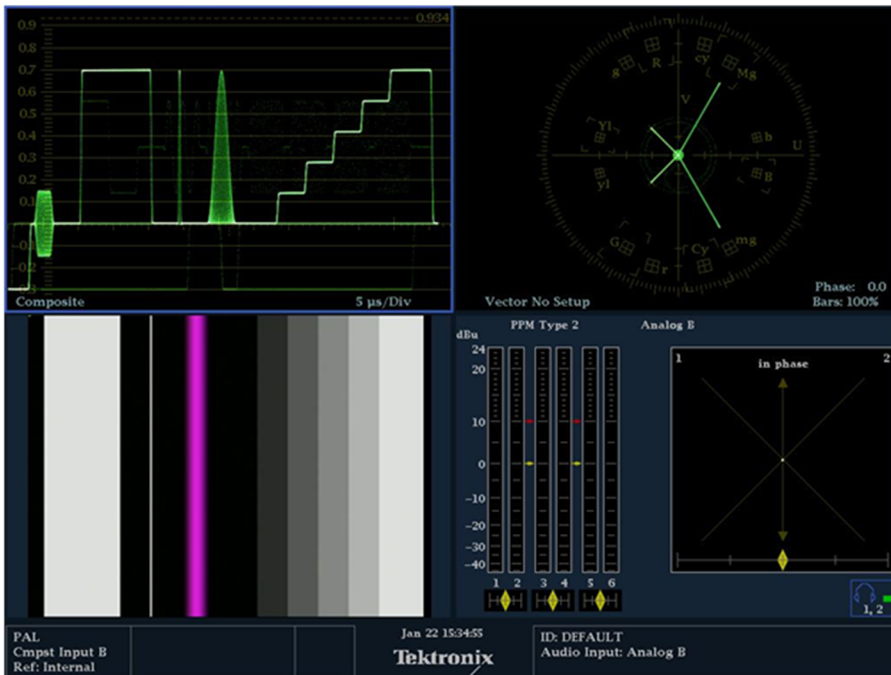

Figura 26. Mesures amb el Tektronix WFM7120 del senyal de test CCIR 17
- Senyal de test CCIR 17 (figura 26)